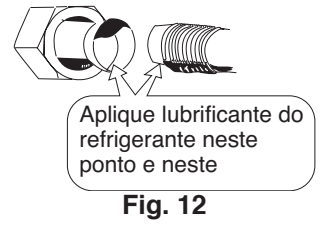

Fig. 12
- Assegure-se que aplica o lubrificante do refrigerante às superfícies de encosto da dilatação e da união antes de ligar uma à outra. Isto é eficaz para reduzir fugas de gás. (Fig. 12)